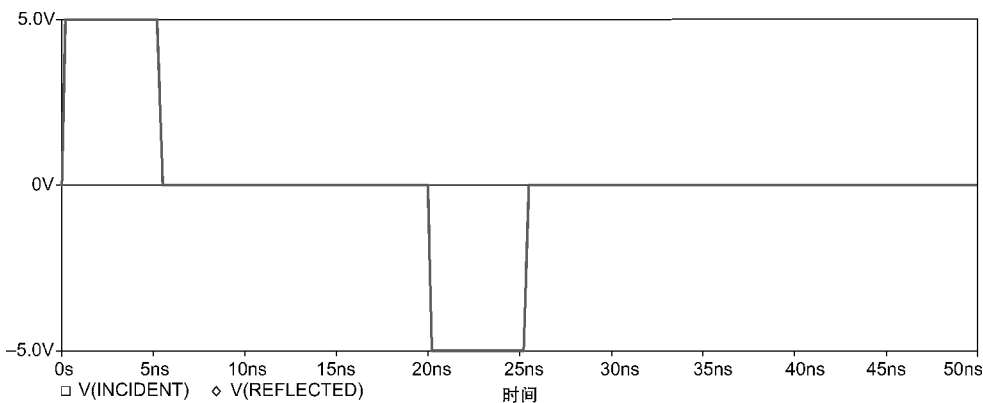
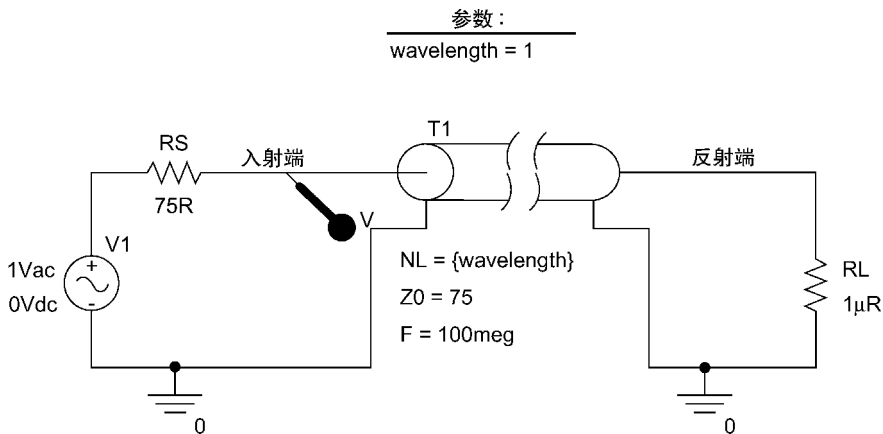

图 17.13 传输线短路时的电压波形
图 17.19 负载短路时的驻波电路
传输线的动态波形如图 17.13 所示。当负载短路时，负载电压为 0V，入射电压波形将进行 180°反相。
如图 17.19 所示为负载短路时的无损传输线电路。在图 17.13 中, 入射电压
6. 与图 17.19 电路中的参数一致,按照步骤 5 方法继续对电路各元器件的参数值及其显示进行设置,频率 F 设置为 100megHz,特征阻抗 Z0 设置为 75R,设置完成后关闭属性编辑器。
9. 设置完成后电路原理图如图 17.19 所示。